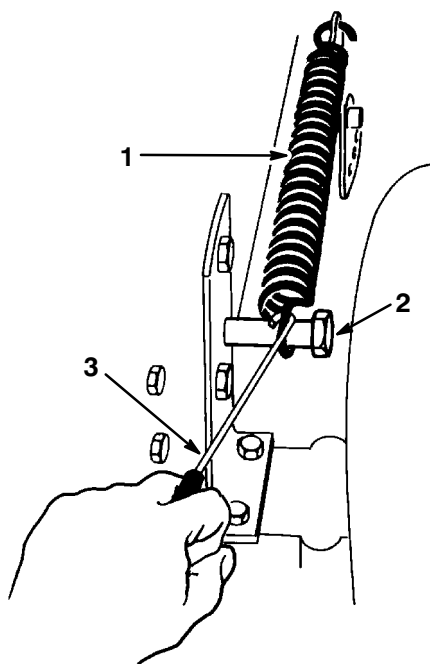

Abbildung 39
4. Die Feder der Mähdeckanhebung mit dem mit der Maschine mitgelieferten Federwerkzeug von der Halteschraube entfernen (Abb. 39). Die Feder befindet sich zwischen Rahmen und rechtem Hinterrad.
13. Den Schnitthöhenhebel (Mähdeckanhebung) auf Kerbe "D" stellen. Die Feder der Mähdeckanhebung zur Lagerung an der Halteschraube anbringen (Abb. 39).
- Die Feder der Mähdeckanhebung an der Halteschraube anbringen (Abb. 39). Dazu das mit der Maschine mitgelieferte Federwerkzeug verwenden.